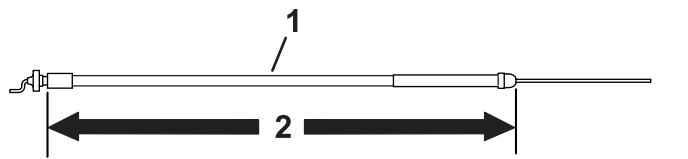

図 6
- モデル 04056 のトラクションユニットには、長さ 172.2 cm のスロットルケーブルを使用する 図 6 を参照。